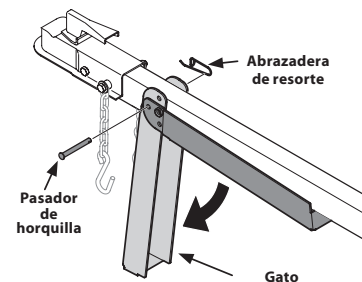

Figura 2
7. Retire del gato que está sobre la lengüeta la abrazadera de resorte y el pasador de horquilla y luego gire el gato hacia el suelo, hasta la posición de operación. Vea la Figura 2.
8. Sujete el gato en su lugar con el pasador de horquilla y la abrazadera de resorte. Vea la Figura 2.